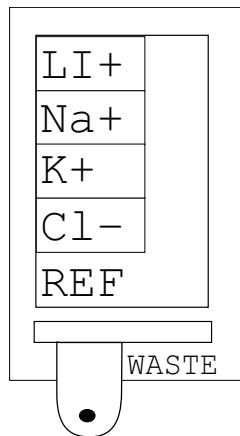

Figura 93 Ordine di collocazione dei diversi elettrodi
7. Per ricollocare gli elettrodi, premere in basso il tasto giallo e inserire prima l'elettrodo di riferimento, quindi tutti i rimanenti elettrodi, seguendo l'ordine della figura 93.